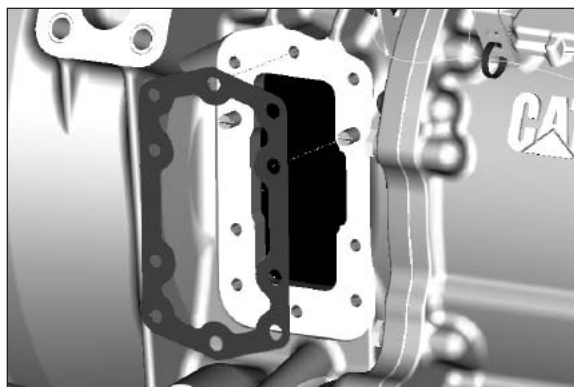

Fig. 4
4. Instale la empaquetadura especial sobre los pines-guía. La superficie estriada debe quedar hacia fuera, hacia el instalador (**Fig. 4**).